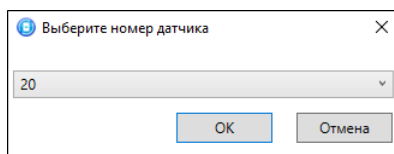
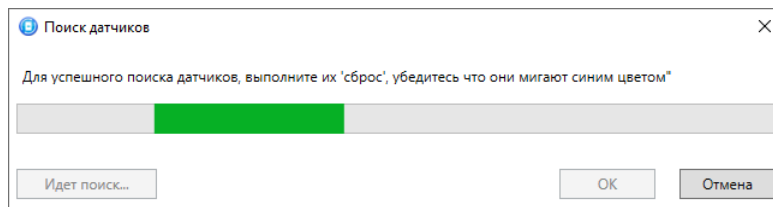

Рисунок 7.4 — Ввод номера радиоустройства
Рисунок 7.5 — Поиск радиоустройства
- В открывшемся окне выберите будущий номер радиоустройства. Вы можете оставить наименьший доступный номер, который уже указан по умолчанию, или указать любой номер, незанятый другими радиоустройствами и ШС (см. рисунок 7.4). После этого контроллер начнет поиск радиоустройства (см. рисунок 7.5).